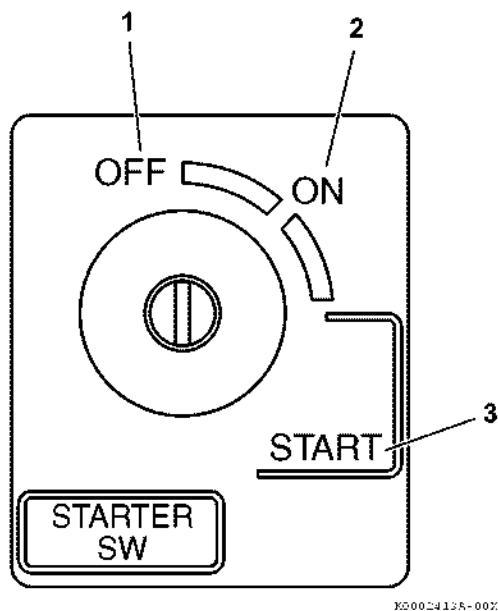

Рис. 34
**Положение OFF (ВЫКЛ.) (Рис. 34, (1))**. Когда ключ в этом положении — двигатель останавливается. Отключается подача тока на аккумулятор, устройство аварийной остановки при низком давлении масла и другие электрические устройства прекращают работу. Ключ следует вставлять в это положение и вынимать из него.
**ON (ВКЛ.) (Рис. 34, (2))** Ключ находится в этом положении, когда двигатель работает. После запуска двигателя ключ автоматически возвращается в это положение.
**START (ПУСК) (Рис. 34, (3))** Поверните ключ в это положение, чтобы завести двигатель. Как только двигатель заведется, отпустите ключ, и он автоматически возвратится в положение ON (ВКЛ.).